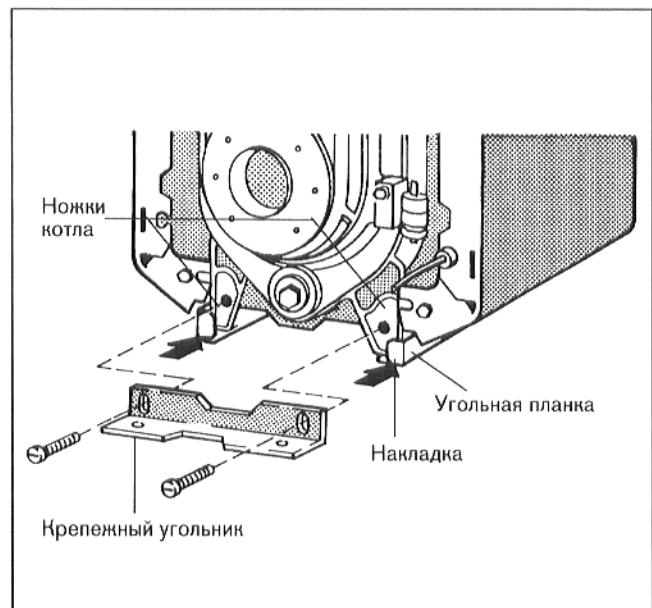

Рис. 3
- Приложить крепежный угольник к загнутым накладкам угловой шины и слегка привинтить к ножкам котла (рис. 3; M 10 x 55).
- Прочно привинтить крепежный угольник спереди к ножкам элемента котла (рис. 3; M 10 x 55).